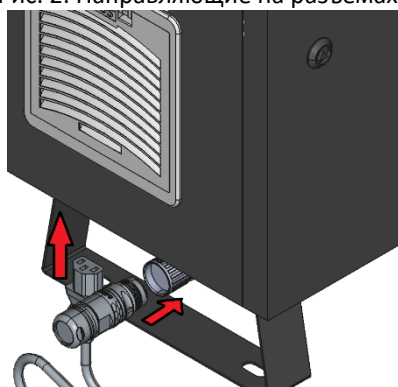

Рис. 3. Подключение к КР
4. Извлеките контроллер робота из упаковки, подключите к разъемам кабель КР-робот и кабель питания контроллера (рис.3).